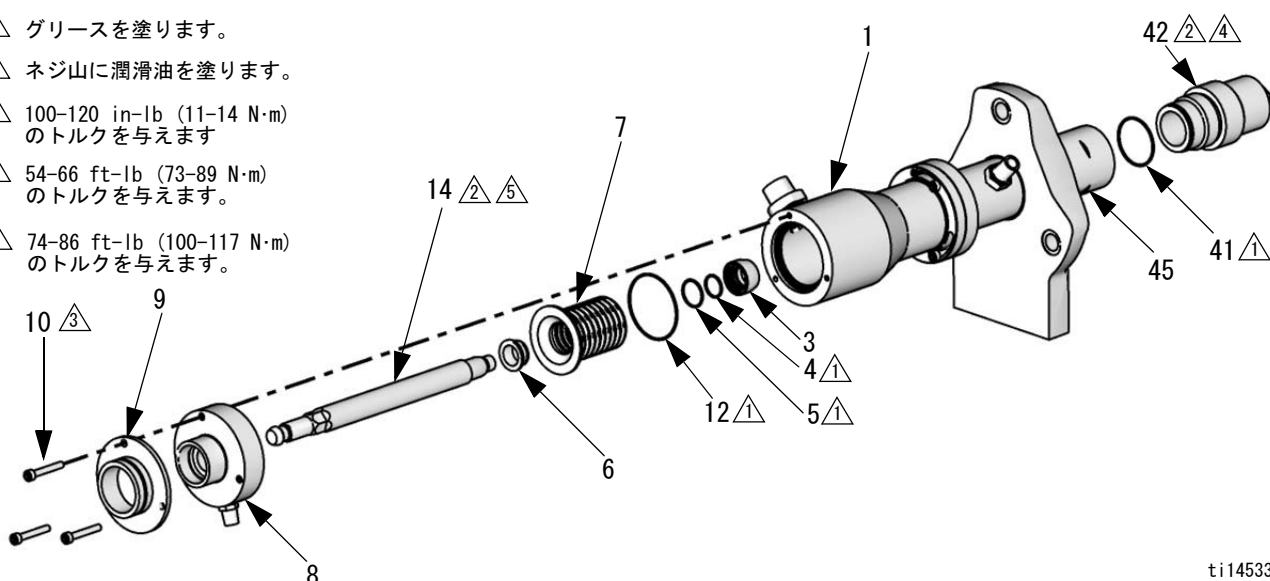

図 6. ベローズを交換する。
7. 図 6 を参照してください。コネクティングロッド (14) とベローズ (7) をベローズ室 (1) の上部から引き抜きます。パッキンナットに取り付けられているベローズ室 (1) はそのままにします。
8. ベローズのブッシング (6) および破損したベローズ (7) を取り外します。
9. スナップブッシング (3) を取り外します。Oリング (4, 5) を外して廃棄します。
13. 変位ロッドシャフトの外側とピストンの六角部付近に潤滑油を塗ります。ロッドおよびピストンをシリンダ (27) 内に押し込みます。
15. 図 6、ページ 12、を参照してください。ベローズの O リング (12) をベローズ (7) の周りに緩く配置します。ベローズ (7) を完全に組み立てた状態で、コネクティングロッド (14) をベローズ室 (1) に押し込みます。コネクティングロッドを手で締めます。
16. コネクティングロッド (14) 上の六角部を固定し、トルクレンチを使用してピストン (45) を回します。74-86 ft-lb (100-117 N·m) のトルクを与えます。
17. コネクティングロッド (14) にトップキャップ (8) をセットします。締めないでください。
18. **オーバーフロー室を交換する場合**：キット 24E298 を注文してください。(25 ページを参照してください。) コネクティングロッド (14) に新しい D 型シール (106) を取り付けます。19 mm (3/4 インチ) レンチでコネクティングロッドを固定します。止めナット (105) を取り付け締めます。100-120 in-lb (11-14 N·m) のトルクを与えます **締め過ぎないでください**。
19. 新しいフットキャップの O リング (41) を取り付けます。フットキャップにグリースを塗って取り付けます (42)。54-66 ft-lb (73-89 N·m) のトルクを与えます。
20. モータシャフトを押し上げます。カップリングナット (55) 上で滑らせず。カップリングカラー (56) を取り付けます。
22. **オーバーフロー室を交換する場合** : O リング (102) を蓋 (101) に挿入します。新しいボトル (103) に蓋 (101) を被せた状態で、取付金具 (104) にしっかり締めます。
23. トップキャップ (8) 内の穴がベローズ室 (1) の穴と揃うようにコネクティングロッド (14) を回転させます。トップキャップ (8) およびシールドマウントスペーサ (9) を再び取り付けます。ネジ (10) を 11-14 N·m (100-120 インチ・ポンド) のトルクで締めます。